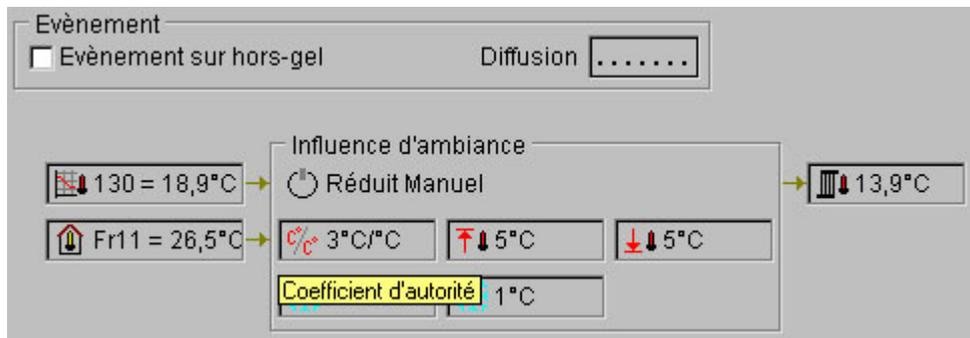

Figure 2.53 : Ressource Influence d'ambiance - Coefficient d'autorité
- Coefficient d'autorité : Il vous indique la valeur du coefficient multiplicateur pour la consigne de chauffe (voir figure 2.53).